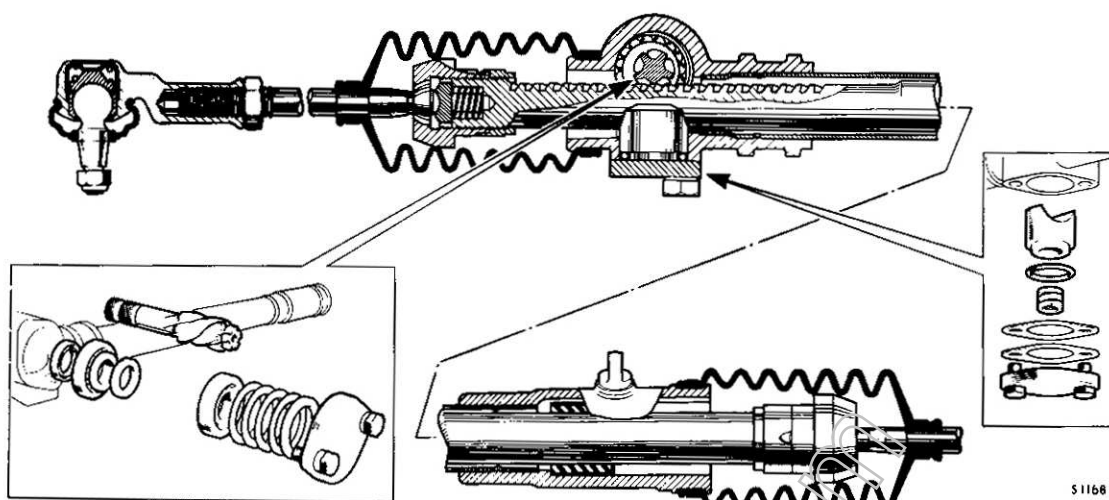

Fig. J.3
- (29) Precarico dei cuscinetti del pignone (Modelli Mk II) - Montare il pignone ed i cuscinetti come illustrato nella Figura J.3. Montare assieme alla rosetta distanziale rasamenti in numero tale da far registrare una luce di circa mm 0,25 tra la scatola della cremagliera ed il coperchio. Rimontare il coperchio e stringerlo leggermente. Misurare con spessimetro la luce A e ridurre i rasamenti di uno spessore uguale alla misura rilevata, diminuita di mm 0,05 - 0,13.
- (30) Con riferimento al punto 22: avvitare sino in fondo nell'asta della cremagliera la ghiera di bloccaggio della sede d'appoggio della testa sferica del tirante e rimontare la rosetta di sicurezza. Nei modelli sprovvisti di rosetta di sicurezza, montare una nuova ghiera. Rimontare la molla, la sede d'appoggio della testa sferica, il tirante e la calotta sferica e stringere quest'ultima sino a quando il tirante rimane bloccato. Allentare la calotta di un ottavo di giro e serrare la ghiera alla coppia prescritta. Piegare la rosetta di sicurezza nelle scanalature della calotta e della ghiera. Se non si ha rosetta di sicurezza, piegare il labbro della ghiera nelle scanalature della calotta e della cremagliera.
- (31) Precarico dell'appoggio della cremagliera (1° Tipo) - Rimontare l'appoggio con le molle a disco ma senza i rasamenti.